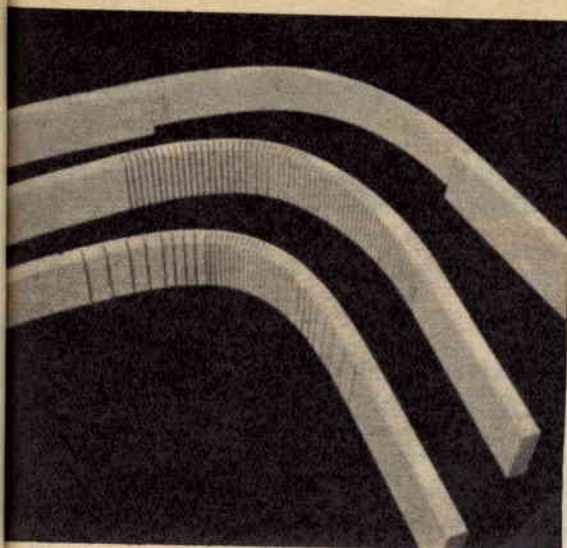

Fig. 7
**Fig. 7 - Tre sistemi adottati per incurvare il legno: Il primo in alto si adatta a qualsiasi tipo di curva; il secondo al centro si avvale del metodo delle tacche eseguite a spaziatura regolare; il terzo infine ci permetterà di raggiungere curve a piacimento.**